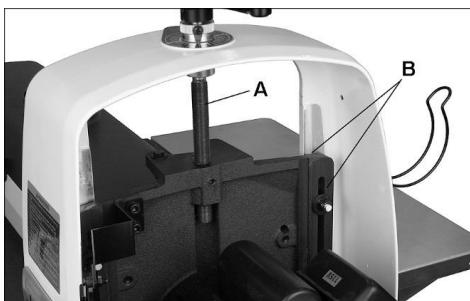

Рис. 9-1
- По мере необходимости смазывайте подъемный ходовой винт (A, Рис. 9-1).
- Поддерживайте чистоту в зоне направляющих (B, Рис. 9-1).